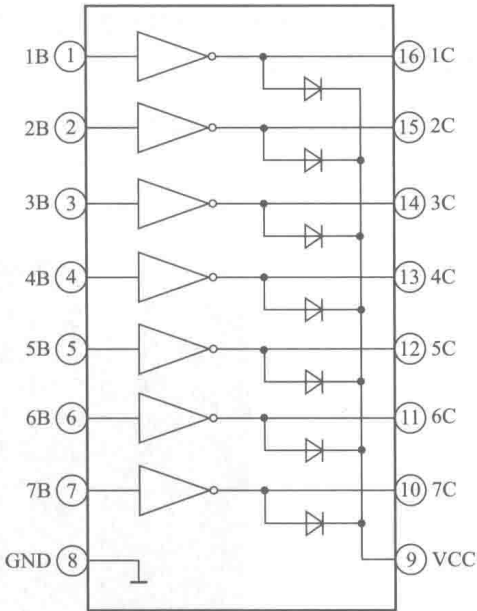

图 1-9 ULN2003AG 内部结构示意图
③ 驱动电路 IC3 (ULN2003AG) 是一种由 7 个硅 NPN 达林顿管组成的高耐压、大电流达林顿阵列驱动电路,可在微控制器控制下直接驱动继电器、蜂鸣器等被控元件。因此,IC3 是控制板中很重要的各种控制功能的接口驱动电路。其内部结构如图 1-9 所示,引脚功能如表 1-3 所示。
④ 直流电源电路 D1~D4 和 D5、7805 等组成直流电源电路,其中 D1~D4 组成全桥整流器,用于整流输出+12V 直流电压,为继电器、IC3 等供电,其供电输出受 IC1 控制;D5 主要起隔离作用,以使微控制器在待机时仍能保持有正常的工作电压;7805 为+5V 稳压器,主要为 IC1、IC2 提供工作电压。